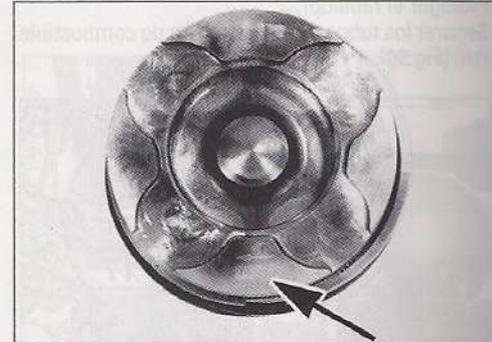

FIG. 102
- Colocar cada conjunto biela-pistón aceitado y emparejado en el bloque motor (conjunto nº1 lado volante motor), orientar la flecha (Fig.102) grabada en la cabeza de pistón hacia la distribución